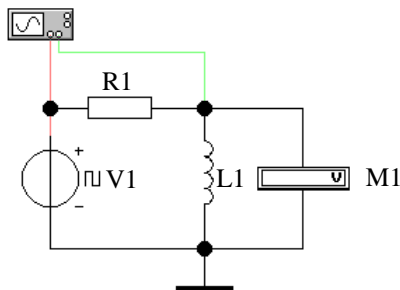
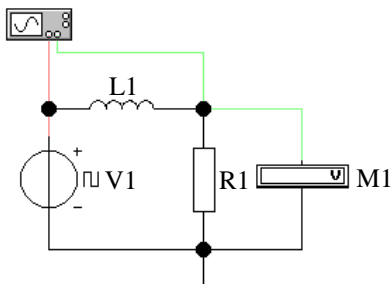

Рис. 4
Рис. 6
- соберите схему рис. 4. Вольтметр M1 возьмите в группе «Indicators», а генератор импульсов прямоугольной формы – в группе «Sources». Установите амплитуду импульсов 1 В, частоту следования импульсов 100 Гц и коэффициент заполнения (Duty cycle) 10 %. Вольтметр M1 установите в режим измерения постоянного напряжения, таким образом он будет измерять постоянную составляющую выходного напряжения цепи;
- соберите схему рис. 6, для чего в схеме рис. 4 достаточно поменять местами сопротивление и индуктивность. Установите амплитуду импульсов 1 В, частоту следования импульсов 100 Гц и коэффициент заполнения (Duty cycle) 10 %. Вольтметр M1 установите в режим измерения постоянного напряжения, таким образом он будет измерять постоянную составляющую выходного напряжения цепи;